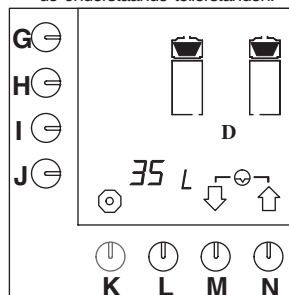

Fig. 54 Dagteller koffiezetstelsysteem resetten
- Druk op selectietoets (M.)↓ tot fig. 54 in het display verschijnt.